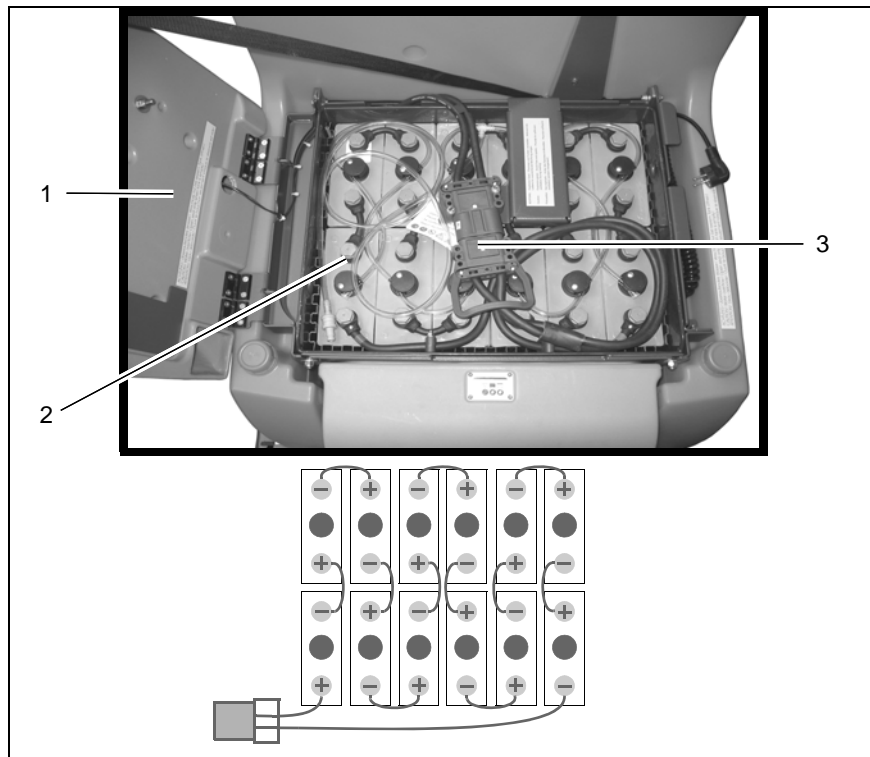

fig. 5
2. Ouvrir la console du siège (fig. 5/1).
3. Introduire la batterie (fig. 5/2) dans le bac à batterie suivant la figure.
4. Contrôler le connecteur de batterie (fig. 5/3), voir passage 2.2.6.